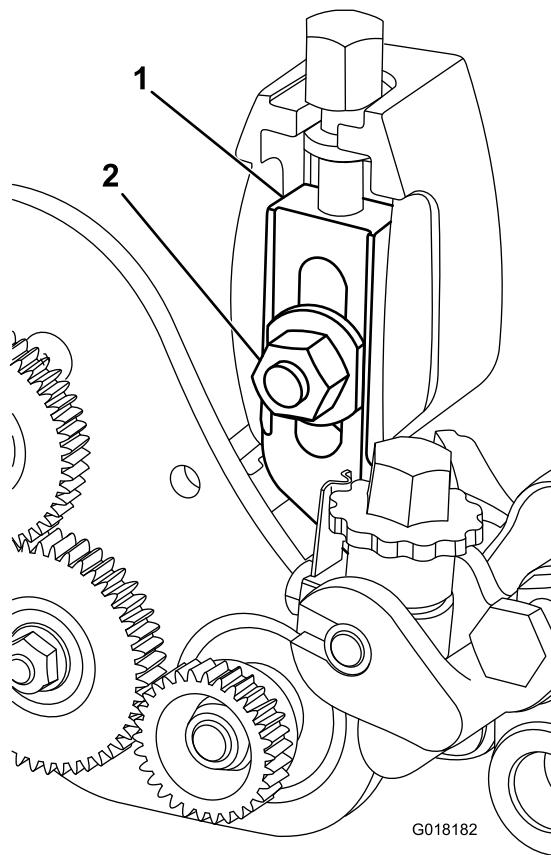

Рисунок 29
- Снимите болт плуга, гайку и шайбу, которые крепят узел рычага высоты скашивания к боковой пластине (Рисунок 29).